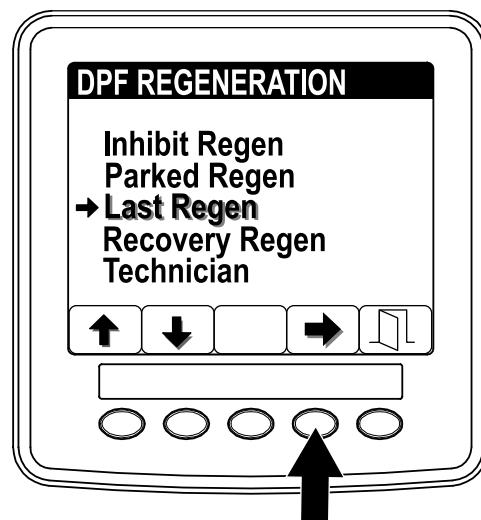

Рисунок 36
- Перейдите к меню DPF Regeneration (Регенерация DPF) и нажмите кнопку 1 или 2 для прокрутки к опции LAST REGEN (ПОСЛЕДНЯЯ РЕГЕНЕРАЦИЯ) (Рисунок 36).
- Нажмите кнопку 4 для выбора позиции Last Regen (Последняя регенерация) (Рисунок 36).